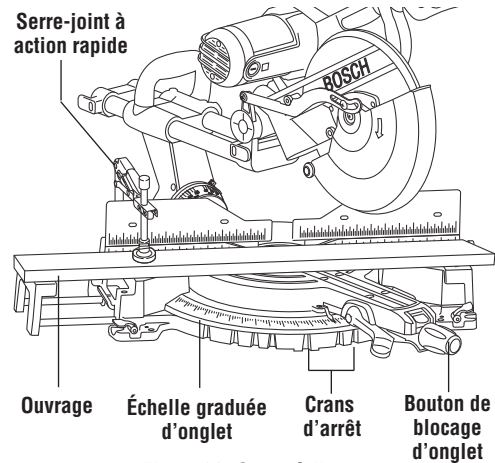

Figure 32. Coupe à l'onglet
1. Desserrez le bouton de blocage de l'onglet. Soulevez le levier de cran d'arrêt d'onglet et déplacez la scie pour la mettre à l'angle désiré en utilisant soit les crans soit l'échelle. Serrez le bouton de blocage de l'onglet (Figure 32).